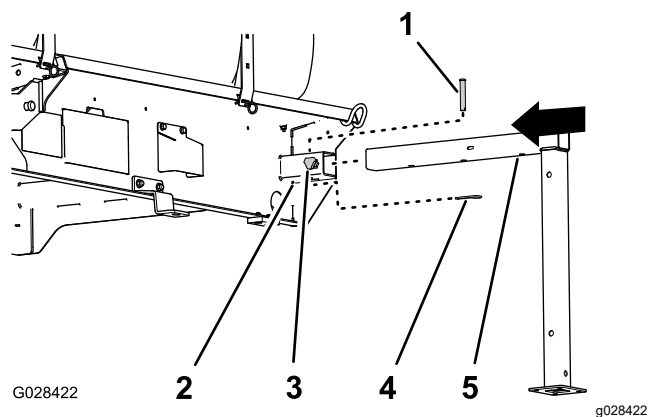

Figura 135
1. Alinhe o macaco frontal com o recetor do macaco na frente do depósito (Figura 135).
2. Insira o macaco frontal com o recetor até que o furo do meio no tubo horizontal do macaco esteja alinhado com o furo na parte superior do recetor (Figura 135).
4. Enrosque bem à mão um manípulo de bloqueio no recetor (Figura 135).